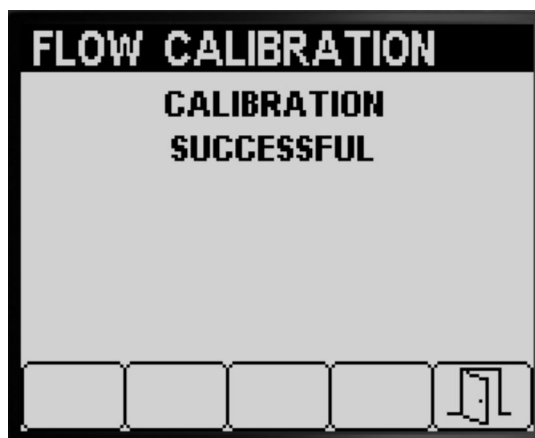
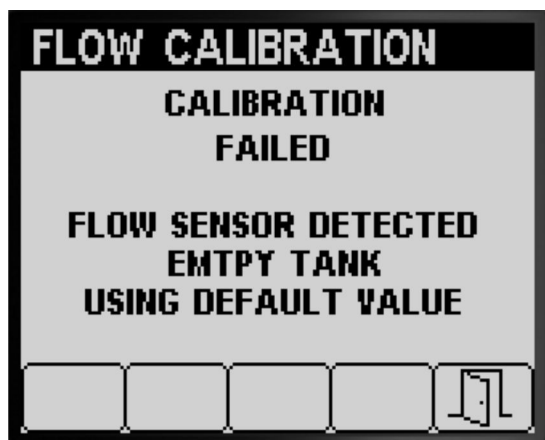

Figura 55
Figura 56
- Aparece un mensaje para confirmar que la calibración de caudal ha finalizado con éxito (Figura 55).
- Aparece un mensaje para indicar que la calibración de caudal ha finalizado con error (Figura 56).
3. Pulse el botón 5 para salir de la pantalla Calibración de velocidad (Figura 55, Figura 56 y Figura 57).